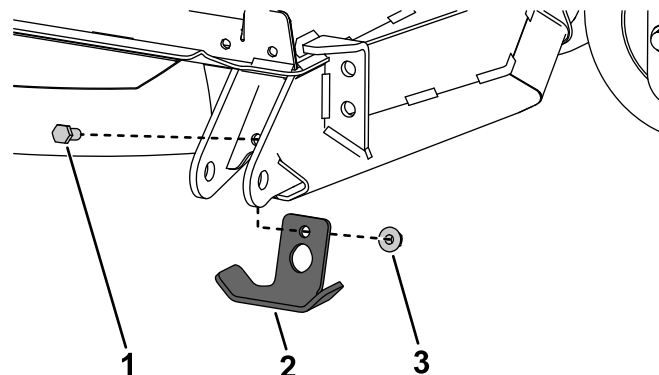

Figura 8
2. Remova os fixadores que fixam a placa do patim existente à unidade de corte (Figura 8).